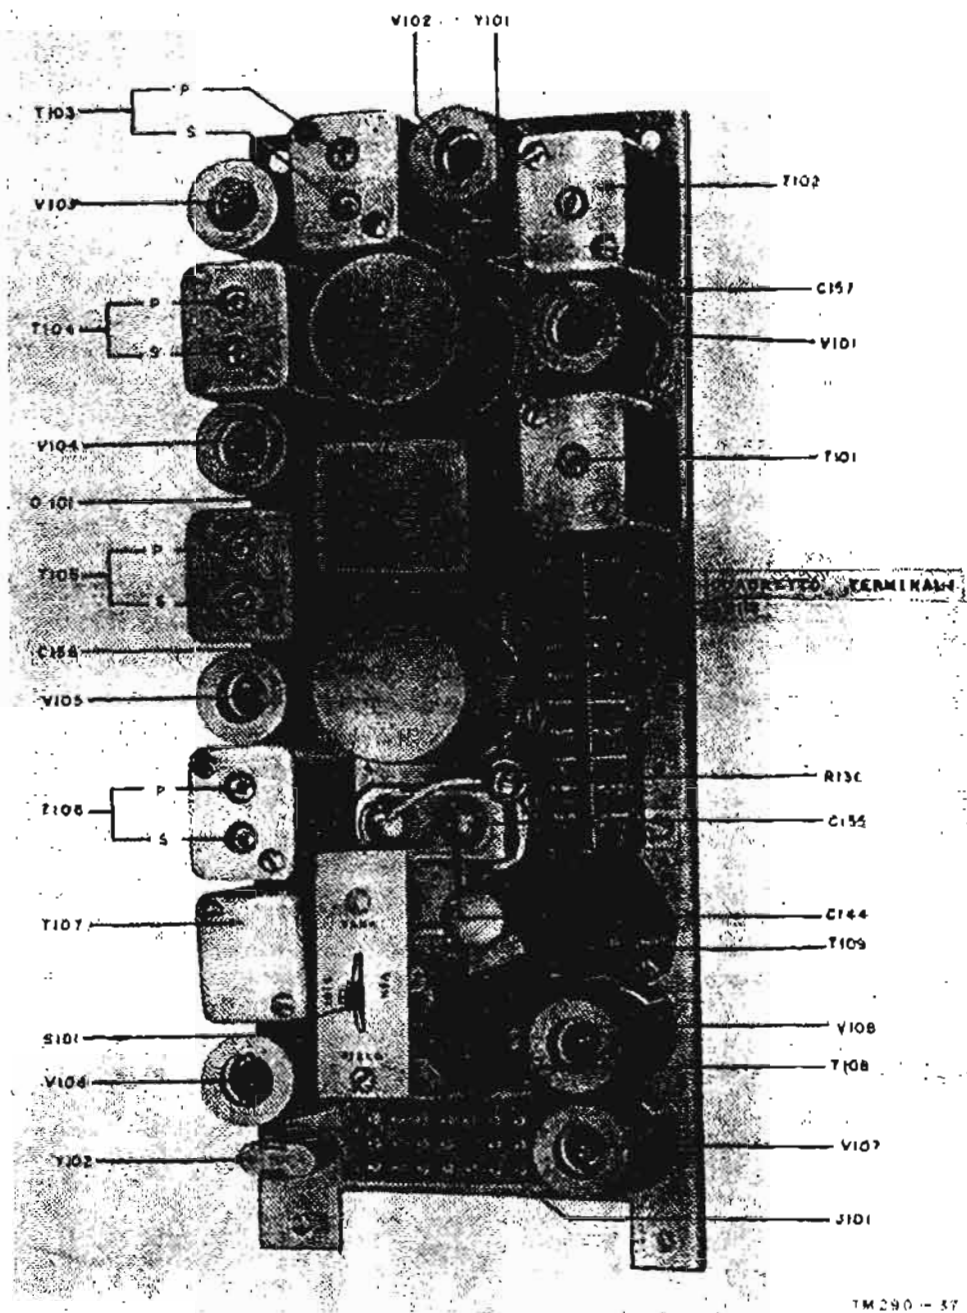

FIG. 43 - Rice-Trasmittitore RT-70(*)/GRC, fiancata dei componenti dello chassis FI.
a. Cofano esterno. Per rimuovere il cofano esterno, allentare i quattro fermagli ai bordi del pannello frontale. Estrarre con cura il complesso pannello-telaio dal cofano, in modo da evitare che si rompano accidentalmente i tubi V-106, V-107 e V-108 (fig. 43 e 43.1). Se il telaio FI è stato modificato in base al MWO SIG 11-390-1 (par. 11), sui tubi suddetti è stato montato un apposito schermo protettivo (fig. 43.1). Fare attenzione a non danneggiare il cablaggio o qualche componente mentre si rimuove il cofano o mentre si maneggia il complesso pannello-telaio senza il cofano.
b. Rimozione del telaio FI. Le figure 43 e 44 presentano rispettivamente una veduta laterale dei componenti e del cablaggio sul telaio FI, procedere come segue: